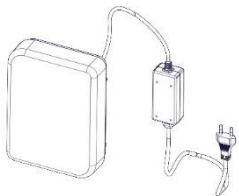

Figura 3
4. Chiudere il contenitore (vedi Figura 3).